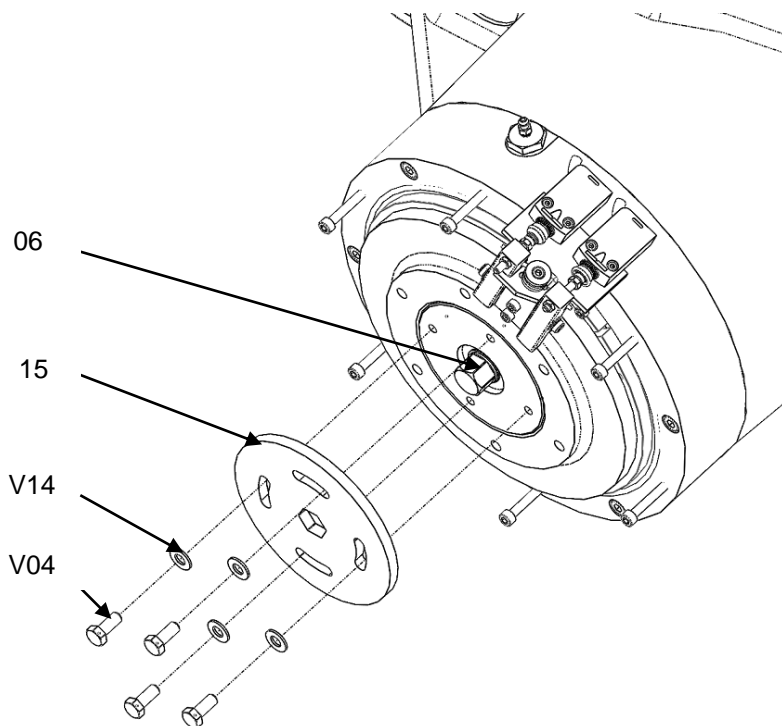

Bild 5.4
4. Lösen und entfernen Sie die 2 Inbusschraubenschrauben **V04** und die 2 Unterlegscheiben **V14** Bild 5.4.
5. Entfernen Sie die Sicherungsscheibe **15**, um die Schraube für die Verschleißüberwachung **06** freizulegen Bild 5.4.
2. Entfernen Sie die Abdeckung mittels der 2 Schrauben **V04** und der 2 Unterlegscheiben **V14** Bild 5.4, siehe Kapitel 5.3.